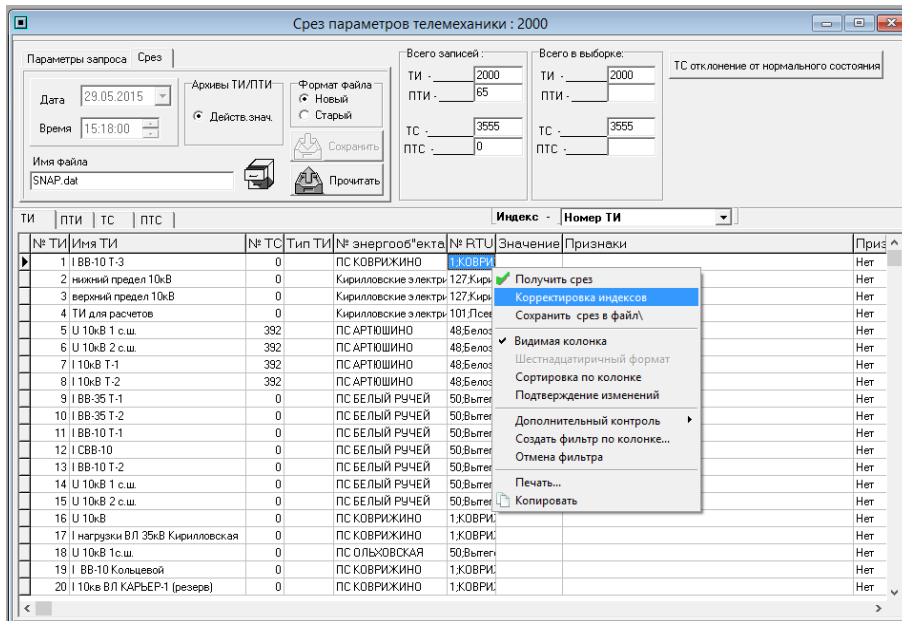

Рисунок 60. Корректировка индексов в модуле Срез параметров телемеханики
- Откройте корректировку индекса (Рисунок 60).